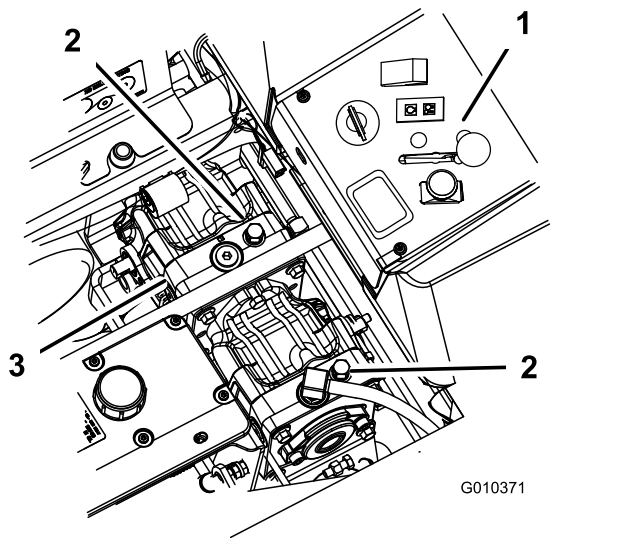

Figura 41
3. Ruotate le valvole di bypass in senso antiorario di 1 giro per spingere (Figura 41).
Girate le valvole di bypass di un giro in senso orario per azionare la macchina (Figura 41).